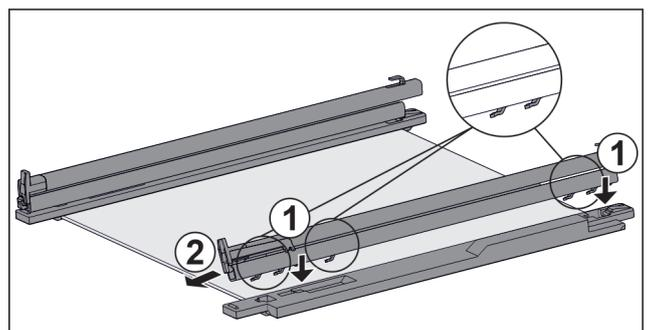

Fig. 69 Glasplatte mit Schienen und Halteteilen
- ▶ Haken der Schiene auf die Öffnungen des **linken** Halte- teils setzen. *Fig. 69 (1)*
- ▶ Schiene nach vorne ziehen. *Fig. 69 (2)*
- ▶ Haken der Schiene auf die Öffnungen des **rechten** Halte- teils setzen. *Fig. 69 (1)*